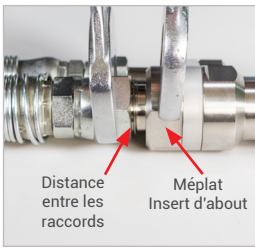

Figure 10
- ▶ Vérifiez les points de mesure suivants (Figure 10)
- raccords (1)
- au niveau des mâchoires de serrage (2)
- au niveau de l'actionnement excentrique (3)
- ▶ Ne pas couvrir la zone entre les raccords (*Figure 10*). La pression doit pouvoir s'échapper sans entraves pendant le desserrage.
Attention : ne pas couvrir la zone située entre le flexible de remplissage et le break-away (*Figure 10 page 35*).